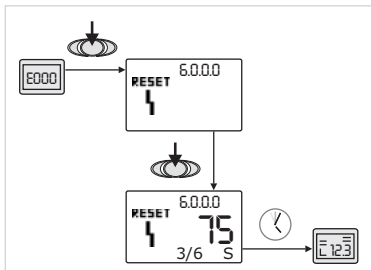

Fig. 45: Confirmar o tipo de avaria B (X < Y)
- Se a avaria ocorrer menos vezes que o nº máximo permitido (Fig. 45):